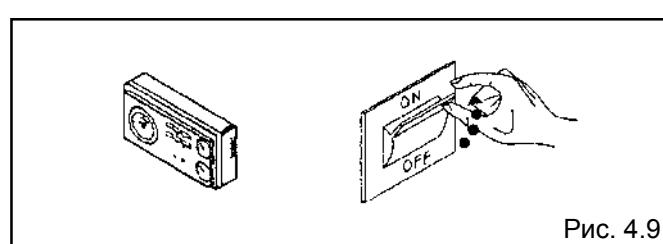

Рис. 4.9
- при размыкании и последующем замыкании контакта комнатного датчика и/или таймера (рис. 4.9);
- при выключении и последующем включении выключателя на панели управления (рис. 4.9);